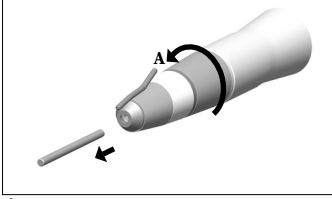
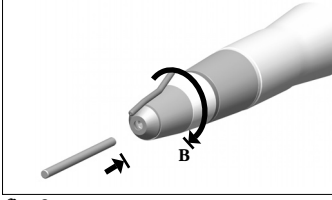

fig. 2
fig. 3
A: desbloquear **fig. 2** B: bloquear **fig. 3**
- Desligue o instrumento do motor de acionamento, retire a broca e deixe o mecanismo de mandril na posição aberta (fig. 2)